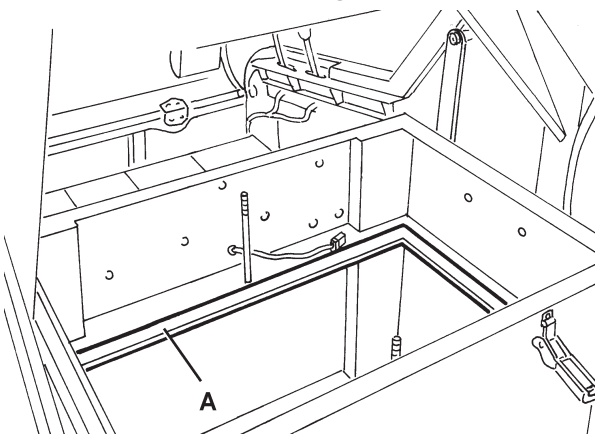

Abbildung 15
19. Falls erforderlich, die Gummichtung (A, Abb. 15) im Filterfach vollständig reinigen und auf Schäden überprüfen. Gegebenenfalls austauschen.